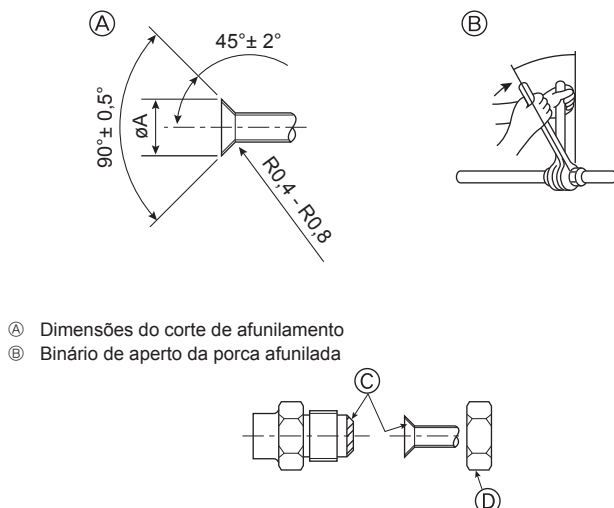

Fig. 4-8
Ⓐ (Fig. 4-8)
Ⓑ (Fig. 4-8)
4.2. Tubos de ligação (Fig. 4-8)